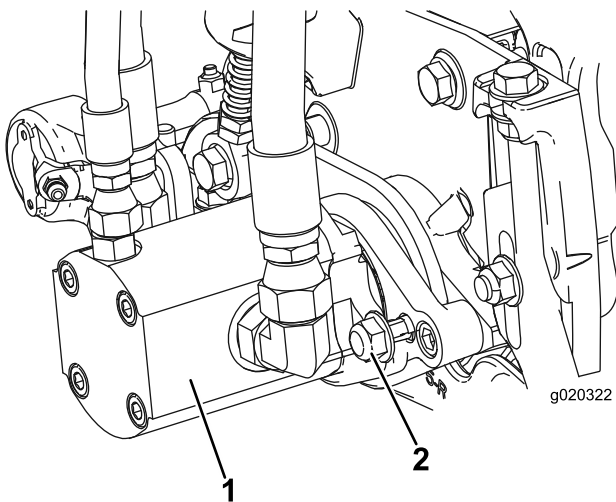

**Figure 10**
13. Fixez la chaîne du bras de levage au support de la chaîne avec la goupille à fermoir (Figure 10).